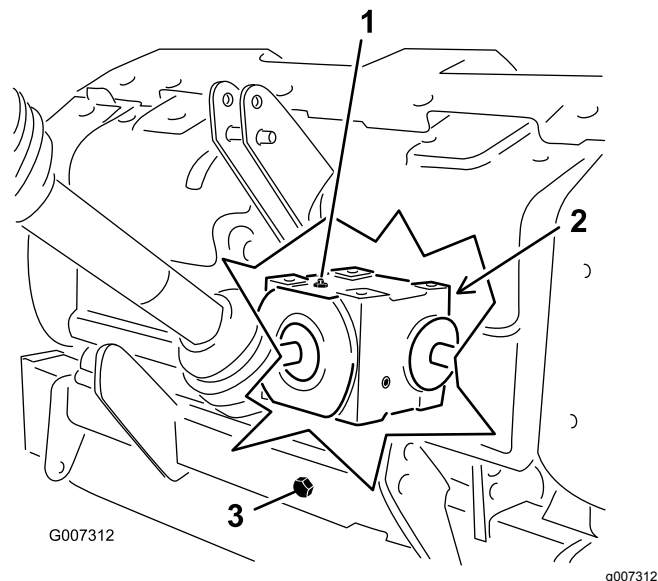

Figure 31
2. Enlevez le bouchon de contrôle de la boîte d'engrenages (Figure 31).
3. Vérifiez que le niveau d'huile atteint le bas de l'orifice du bouchon de contrôle de la boîte d'engrenages (Figure 31).
- Nettoyez les débris présents sur le bouchon de remplissage et le bouchon de vidange pour éviter la contamination (Figure 31).